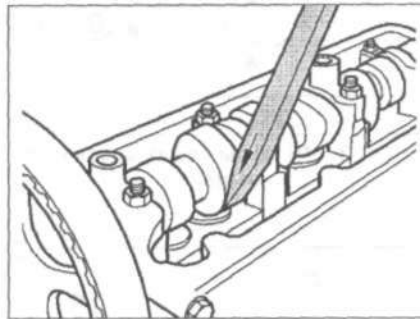

Рис. 3.16. Проверка гидрокомпенсатора.
- прижмите гидрокомпенсатор с помощью деревянного или пластикового клина (рис. 3.16). Если при нажатом гидрокомпенсаторе зазор между ним и кулачком больше 0.20 мм, его необходимо заменить.